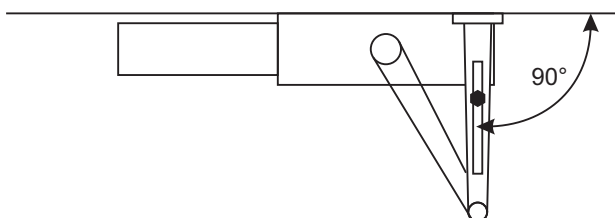

Рисунок 3
- Закрепите болтом из комплекта крепежа нерегулируемую часть рычага на теле доводчика. Далее закрепите тело доводчика шурупами (или винтами) из комплекта крепежа. Закрепите регулируемую часть рычага шурупами (или винтами) из комплекта. Выберите длину регулируемого рычага таким образом, чтобы после соединения, регулируемая часть была перпендикулярна дверной коробке и зафиксируйте рычаг винтом (рисунок 3). Зафиксируйте обе части рычага винтом.